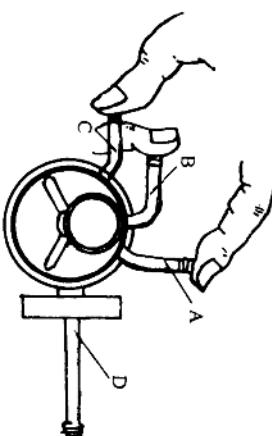

图 1-26
①将汽油泵浸在汽油盘内。
②(图1-26)推动摇臂D数次,使油泵排出汽油,然后用大拇指堵住进油管B,使油泵摇臂D不再活动。